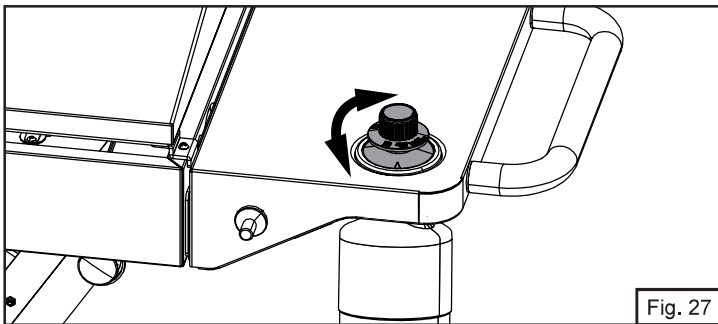

Fig. 27
2. Regule la llama con la perillas de mando (Fig. 27).